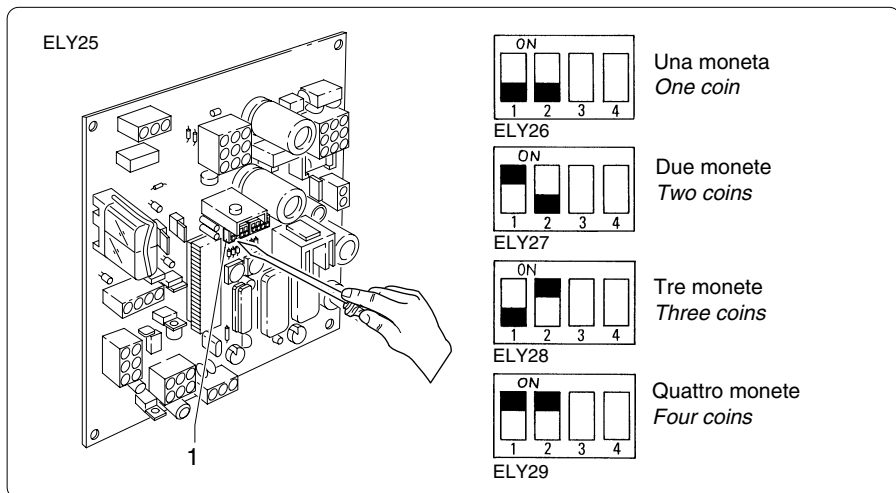

fig. 5.3.3
La quantità di monete da inserire per ogni singola giocata si ottiene agendo su ogni singolo dip-switches "1" (sx) come indicato in fig. 5.3.3.
*Set the quantity of coins to be inserted for each ride with each of the dip-switches "1" (left-hand side) as shown in fig. 5.3.3.*